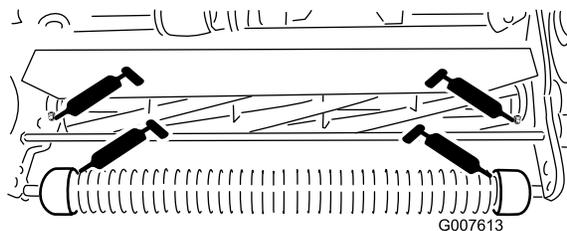

図 17
- 前ローラ2ヶ所 図 17
- リールベアリング2ヶ所 図 17